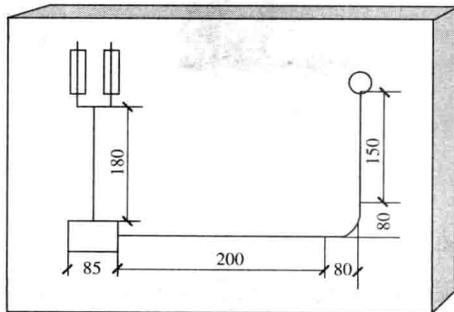

图 1.4 在安装板上标画出管线、接线盒、管卡的位置
3) 根据线管安装图在安装板上标画出管线的走向，接线盒以及管卡的位置，如图 1.4 所示。